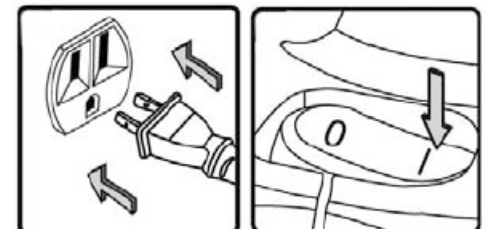

Figure 12
- 8) Faites démarrer l'aspirateur en appuyant sur l'interrupteur tel qu'illustré à la Fig.12. La position "en marche" est indiquée par le symbole international "I".